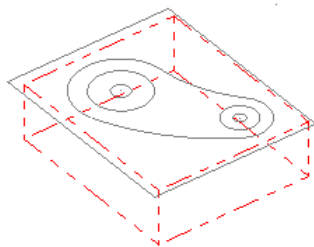

图 4.8.4 显示工件
Step5. 单击“机床群组属性”对话框中的  按钮，完成工件的设置。此时零件如图 4.8.4 所示，从图中可以观察到零件的边缘多了红色的双点画线，双点画线围成的图形即为工件。